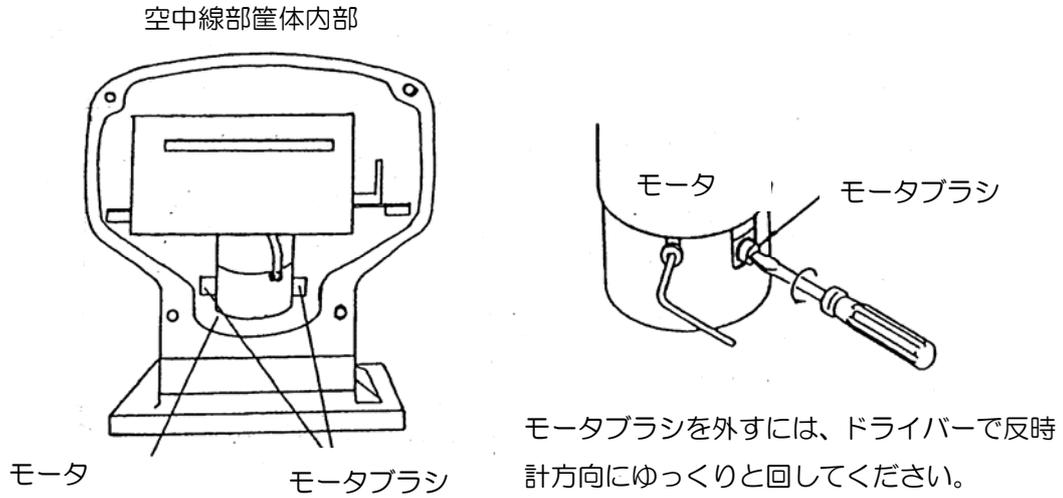

図 9.2 モータブラシの交換
- (1) 取り付けねじを緩めて、空中線部船首方向がわのカバーを外して下さい。筐体内部の下側に、アンテナ駆動モータが見えます。
- (2) 図 9.2 を参照して、マイナスドライバを使ってモータブラシを外して下さい。
- (3) ドライバをブラシ部の溝に差し込み、反時計方向にゆっくりと回して下さい。必ず両側のブラシ共、交換して下さい。
- (4) 新品のブラシを差し込み、逆の手順でブラシを取り付けてください。